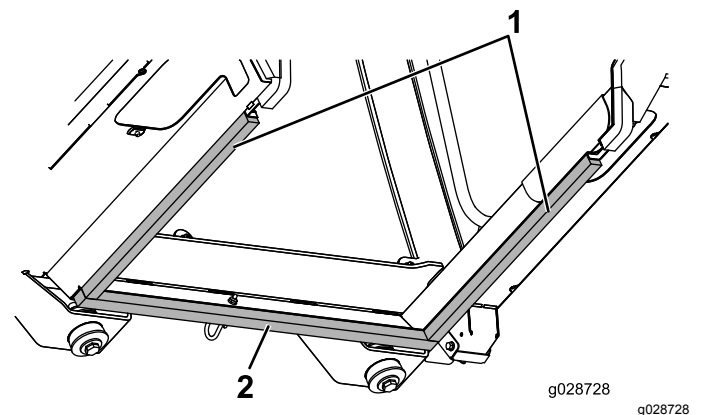

Figure 63
6. Centrez le joint en mousse avant sur le panneau avant (Figure 63).
7. Poussez le bord avant du joint en mousse latéral avant dans le joint en mousse avant et alignez les bords intérieurs du joint en mousse sur les bords intérieurs des panneaux d'étanchéité du cadre de la cabine (Figure 63).